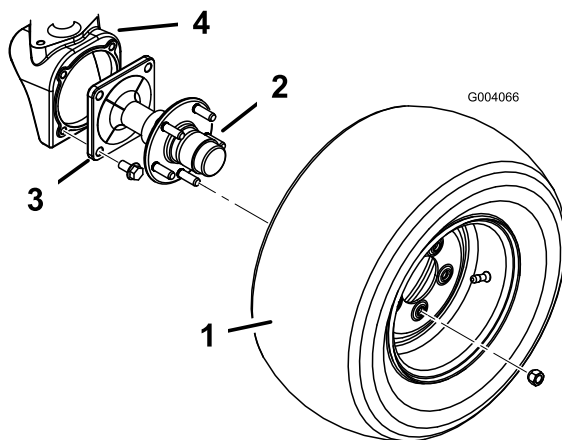

図 1
2. 各後輪をホイールハブに固定しているラグナット5個を外す 図 1。タイヤを外す。
3. 各ホイールスピンドルをホイールモータハウジングに固定しているフランジボルト4本を外す 図 1。ホイールスピンドルを取り外す。ホイールハブはスピンドルから取り外さなくてよい。